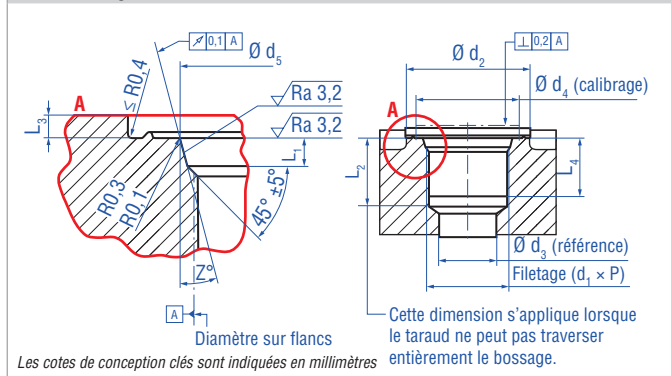

Fig. 15 : Notice pour bride fileté M18×1,5-6g suivant DIN ISO 6149-1
2. à l'aide d'un joint torique de 15,3 × 2,2 mm (0,6 × 0,09 pouce) dans le dégagement de la bride à face plane ou à face surélevée. Dans ce cas, un trou de vis suivant ISO 6149-1 (fig. 15 page 16) doit être percé. Voir la norme ISO 6149-1 pour plus d'informations.